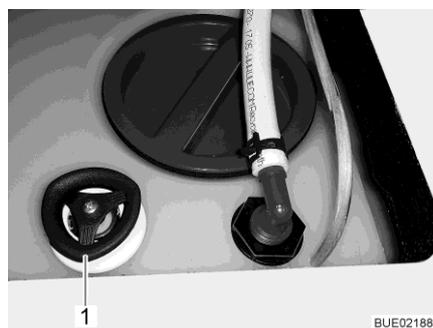

Fig. 184 Réservoir d'eau avec poignée tournante
- Enlever le couvercle de fermeture (Fig. 184,1) du réservoir d'eau.